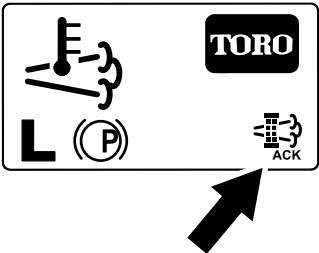

Figura 55
- O InfoCenter apresenta o Ecrã inicial e o ícone de confirmação da regeneração (Figura 55) surge no canto inferior direito do ecrã enquanto a regeneração é processada.